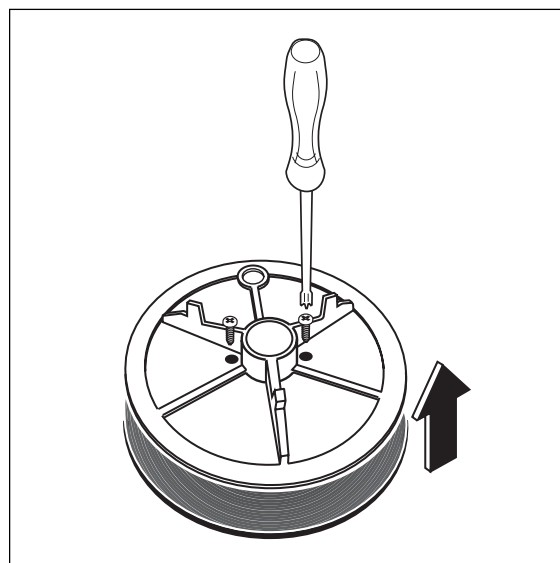

Fig. 2
- **Modèles TG 5056 - TG 5066:** Les chapeaux et les couronnes des brûleurs sont fixés à l'aide de deux vis. Pour les démonter, enlevez-les, retournez-les et dévissez les deux vis comme indiqué sur la figure 2.